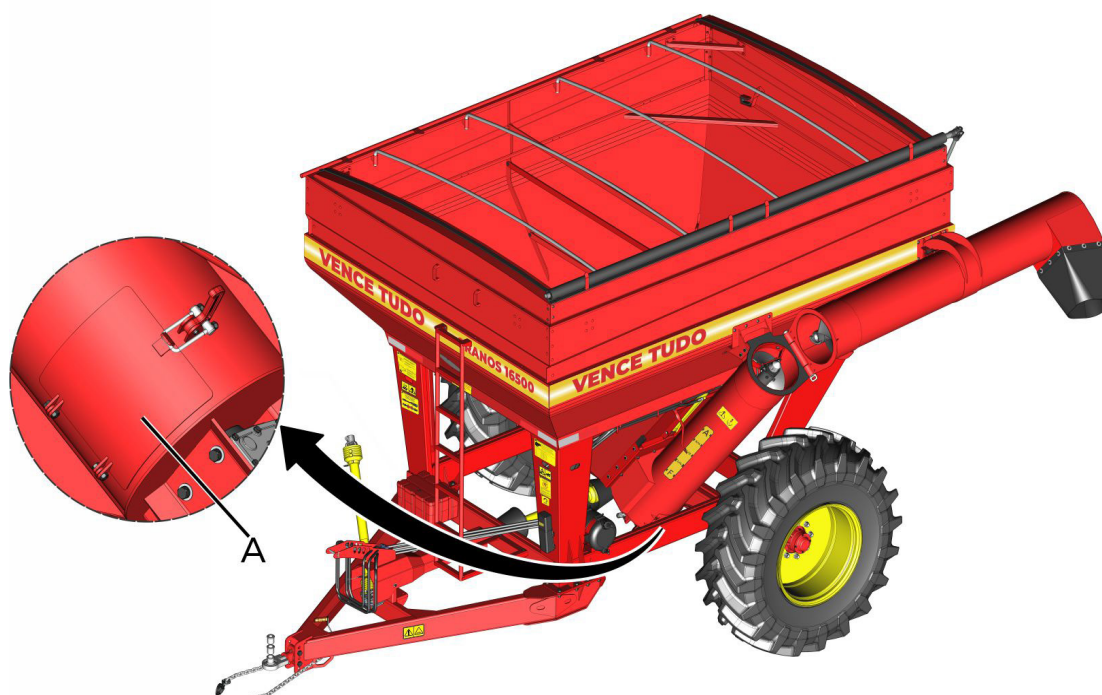

fig. 14
Ubicada en la parte inferior del tubo de descarga, se encuentra una compuerta manual (A) (fig.14), que solamente se podrá abrir cuando necesite realizar algún mantenimiento o limpieza; más allá de eso, la compuerta deberá permanecer totalmente cerrada, para evitar la fuga de granos durante la activación del tubo de descarga.